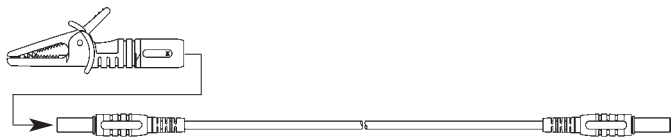

Fig 4
- (1) Fig 4 中①をねじり、①と先端のピンを取りはずします。
- (2) 取りはずしたピンとロングピンを交換し、①をねじって締めます。